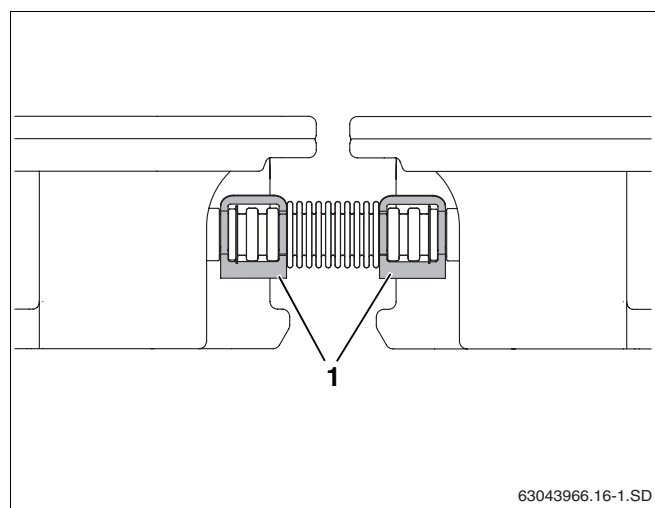

Fig. 27 Tubo di raccordo fissato con clips
- Fissare ciascun tappo di chiusura con una clip di fissaggio e ciascun raccordo per tubo ondulato con due clips. (fig. 27, **pos. 1**).